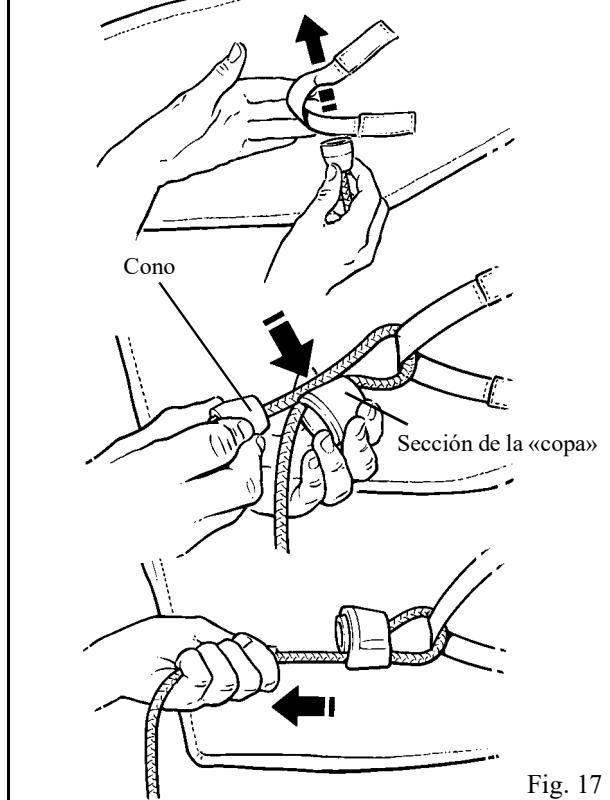

Fig. 17
**Advertencia:** Asegúrese de que el cono esté bien fijado dentro de la sección de la copa. (Véase la fig. 17)
Tome cada cable de fijación por turno y sujetélo al arnés (véase la fig. 17).
1. Localice las correas de sujeción en cada lado del arnés y sujeté los cables (observando el método Loop Lock, previamente ilustrado en la Fig. 17). Una vez sujetos correctamente, ajuste ambos cables por un igual para recoger el flojo, pero sin que tire del paciente hacia adelante.
2.  **Advertencia:** Bloquee los cables de fijación en sus cierres de retención (véase la fig. 17).